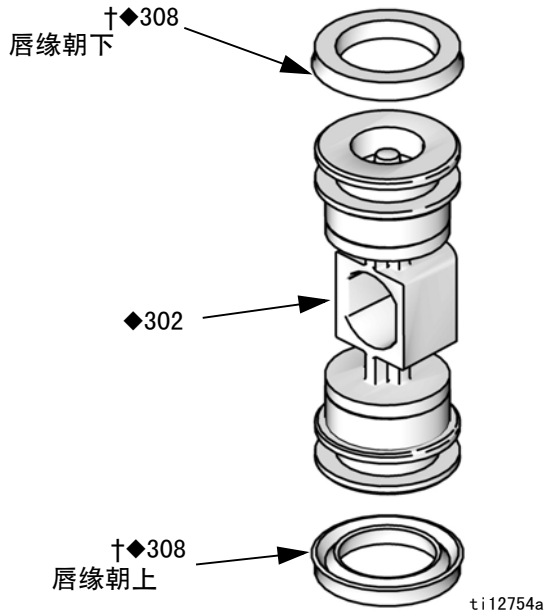

图 14. 空气阀 U 形杯安装
2. 参见图 14。润滑 U-Cup (308†◆) 并安装在活塞 (302◆) 上，唇缘朝向活塞中心。